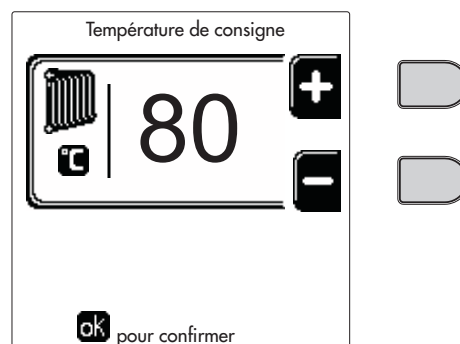
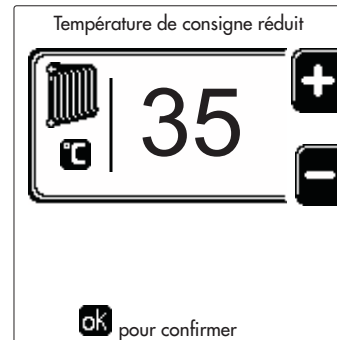
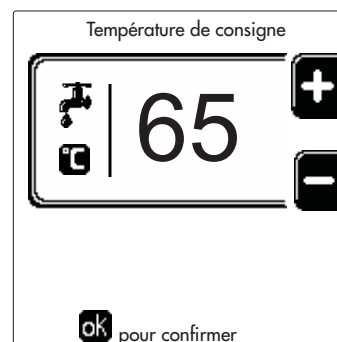

fig. 13
fig. 14
fig. 15
- **ON.** En cas de demande Chauffage/ECS, la chaudière fonctionne à la Température de Réglage Chauffage/ECS (fig. 13/fig. 15) réglée.
- **🔧.** En cas de demande de Chauffage/ECS, la chaudière fonctionne en Température de réglage réduite. La température réduite est obtenue en soustrayant la valeur de la température de réglage réduite (fig. 14/fig. 16) de la température de réglage du chauffage/ECS (fig. 13/fig. 15) définie.